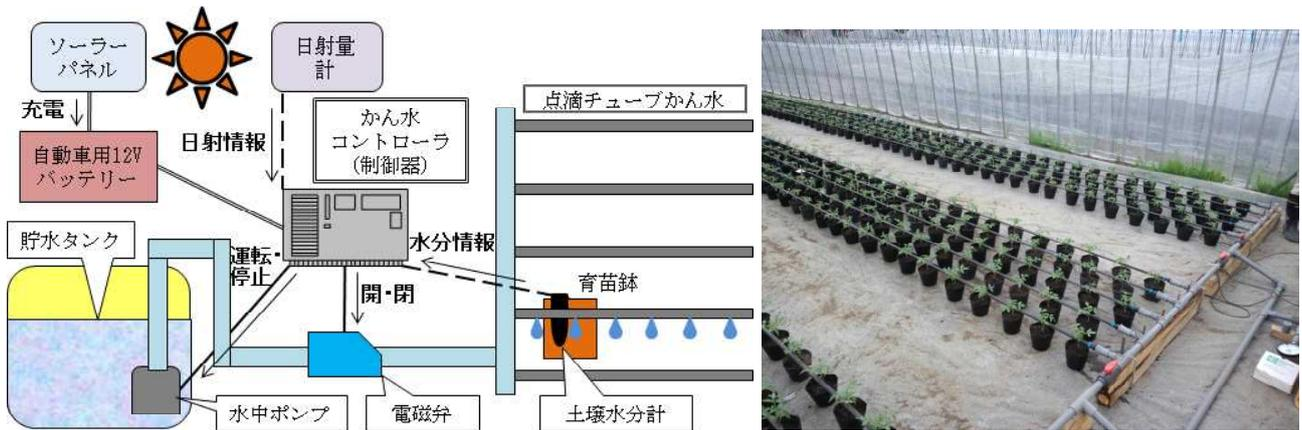

図1 システム概要
- 1 かん水システムは、かん水コントローラ、バッテリー、充電用ソーラーパネル、日射量計、水分計、貯水タンク、水中ポンプ、電磁弁、点滴チューブ及び配管類から構成される（図1）。